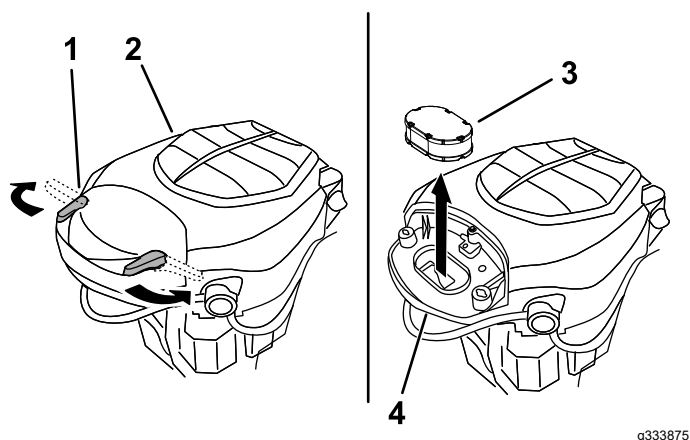

Figura 38
3. Montate il coperchio e fissatelo con i fermi (Figura 38).